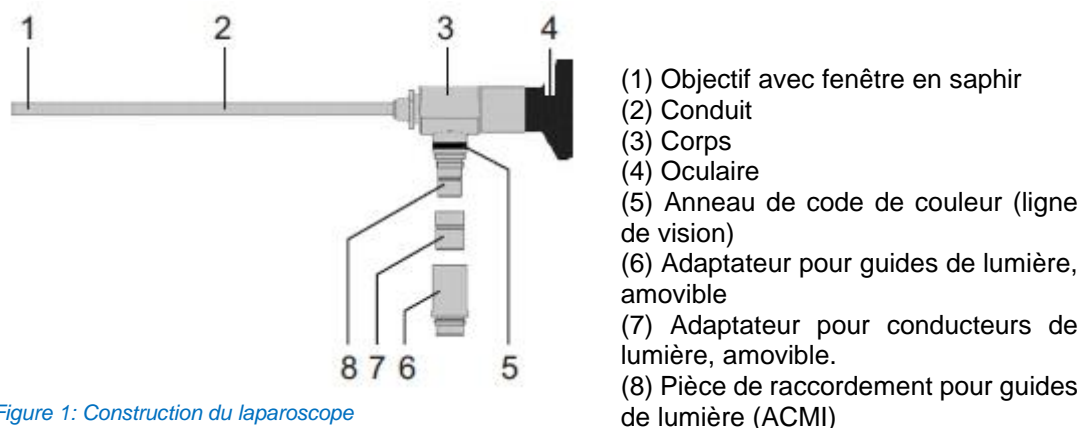

Figure 1: Construction du laparoscope
La Figure 1 montre la construction du laparoscope Quest Spectrum®. L'oculaire peut être connecté à la caméra Quest Spectrum®. Le Tableau 2 fournit un aperçu de tous les laparoscopes fournis par Quest Medical Imaging et le Tableau 3 donne un aperçu de tous les accessoires.
- ❖ Assurez-vous que les adaptateurs des câbles conducteurs de lumière sont conformes aux adaptateurs du laparoscope (voir Figure 1).